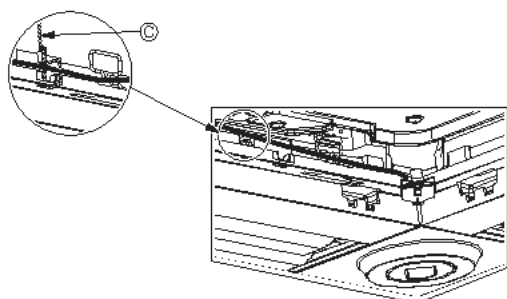

Fig. 10-12
- Zeker de bedrading van de i-See-sensor en signaalontvanger op het paneel met de clip zoals aangegeven in de tekening, zodat er geen speling in de bedrading zit en snij vervolgens het overbodige eind van de clip af. (Fig. 10-12)
- Als de positie van de i-See-sensor is gewijzigd van de positie "o" (E) naar de positie "a" (F), wijzig dan de functie-instellingen. (Zie pagina 74.)